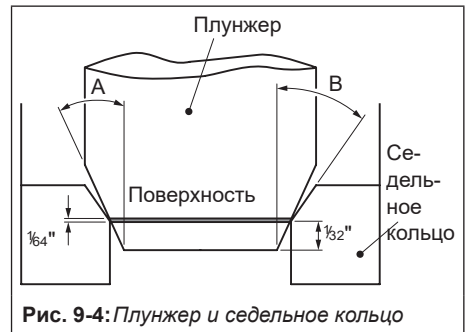

Рис. 9-4: Плунжер и седельное кольцо
1. Установите седельное кольцо с прокладкой в корпус клапана. Соблюдайте правильное положение и соосность. Поверхность с уклоном примерно 20° является седлом плунжера и должна быть обращена к крышке клапана (см. Рис. 9-4, угол В).
8. Установите седельное кольцо с прокладкой в корпус клапана. Соблюдайте правильное положение и соосность. Поверхность с уклоном примерно 20° является седлом плунжера и должна быть обращена к крышке клапана (см. Рис. 9-4, угол В).